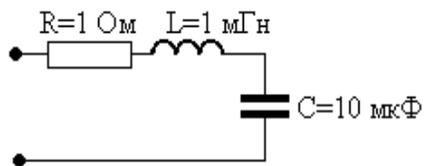

Рис. 15
6. На какой частоте ω сопротивление показанной на рис. 15 цепи имеет активный характер.